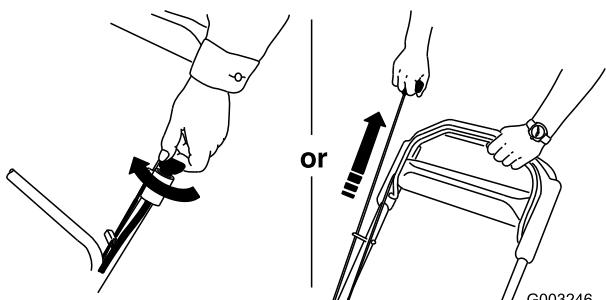

Figura 20
3. Avviate il motore con la chiave di accensione (solo modello 20796) o con l'avviamento a strappo (Figura 20).